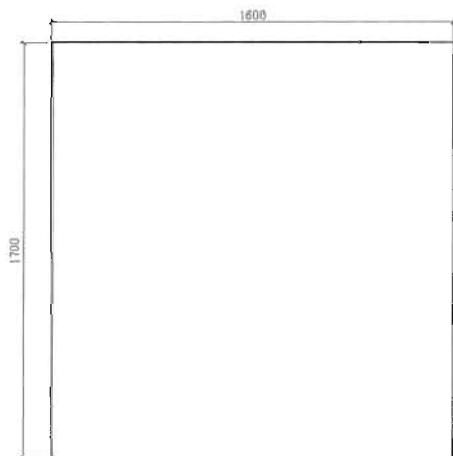
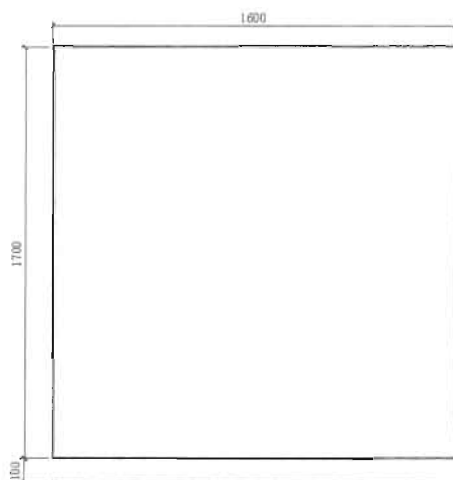

图 7-69
图 7-70
(1) 单击“绘图”工具栏中的“矩形”按钮, 绘制一个 1600mm×1700mm 的矩形, 如图 7-69 所示。
(2) 选中矩形, 然后单击“修改”工具栏中的“分解”按钮将矩形分解。
(3) 单击“修改”工具栏中的“偏移”按钮, 将矩形的底边向下偏移 100mm, 确定柜脚的高度, 如图 7-70 所示。